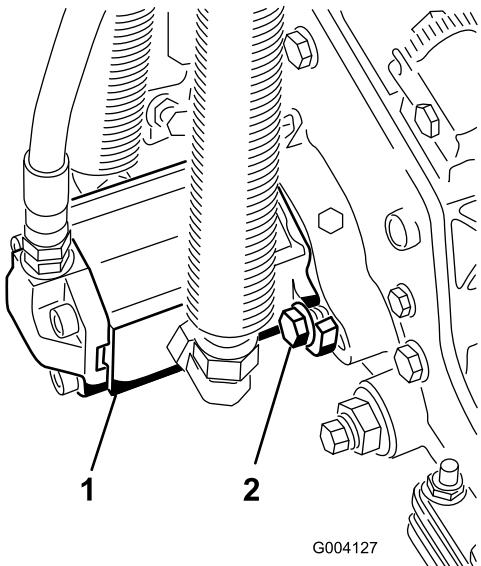

Figura 14
10. Installate il motore ruotandolo in senso orario in modo tale che le flange del motore liberino le viti a testa cilindrica (Figura 14).